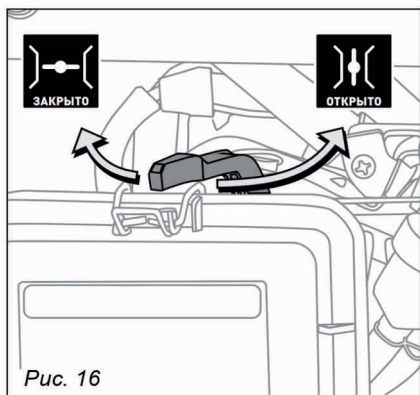

Рис. 16
- Поверните рычаг воздушной заслонки в положение «ЗАКРЫТО» (рис. 16).